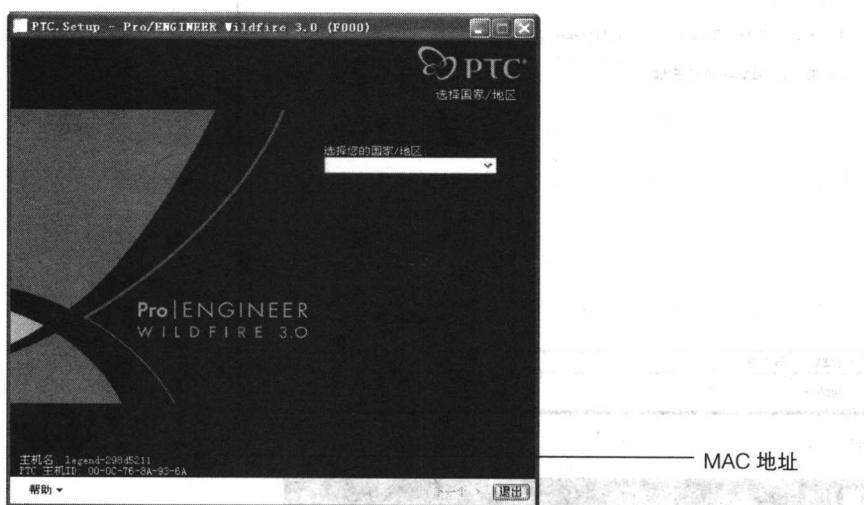

图 1-3
- ① 单击光盘中的 SETUP.EXE 安装文件图标 ，系统将进入安装程序。
- ② 安装程序自动进入安装界面，并在此界面上显示计算机的 MAC 地址，如图 1-3 所示。